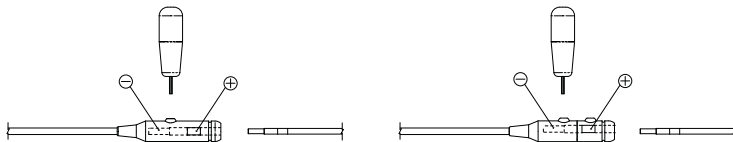

Fig. 1 BLV/BIS
4. Lubrifier le connecteur de la sonde à adapter avec un sérum physiologique stérile avant insertion dans le réceptacle de l'adaptateur. Insérer le connecteur de la sonde entièrement dans la partie réceptacle de l'adaptateur. Confirmer que la broche du connecteur est complètement insérée (voir fig. 1).